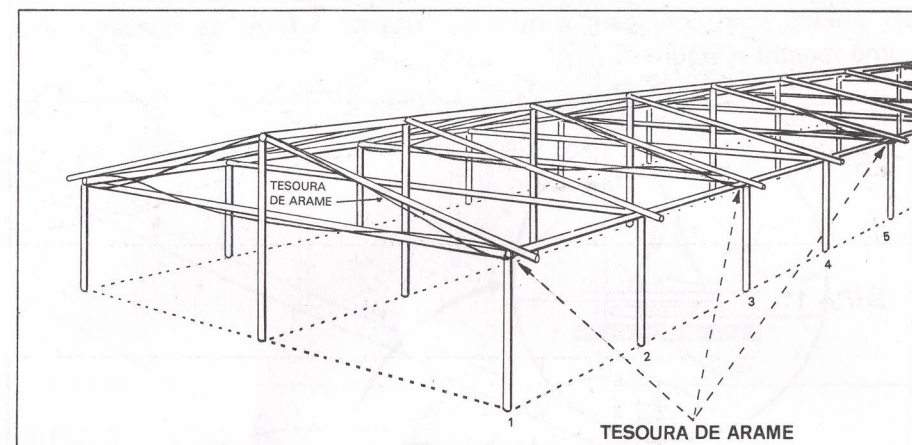

FIGURA 6
2) Tesoura: feita com o mesmo arame de aço dos tirantes, serve para dar rigidez à estrutura, como uma amarração. Passa-se o arame por fora das linhas laterais e superior, unindo-os, por sobre um lado, torcendo-os entre si e fixando-os sobre um caibro. Este tipo de reforço deve ser feito em caibros alternados (Figura 6).